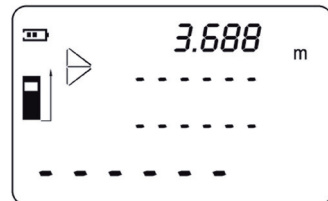

Fig. 21
5. Appuyez sur la touche «Read» pour afficher la longueur AB mesurée sur la première ligne de l'écran (Fig. 21).